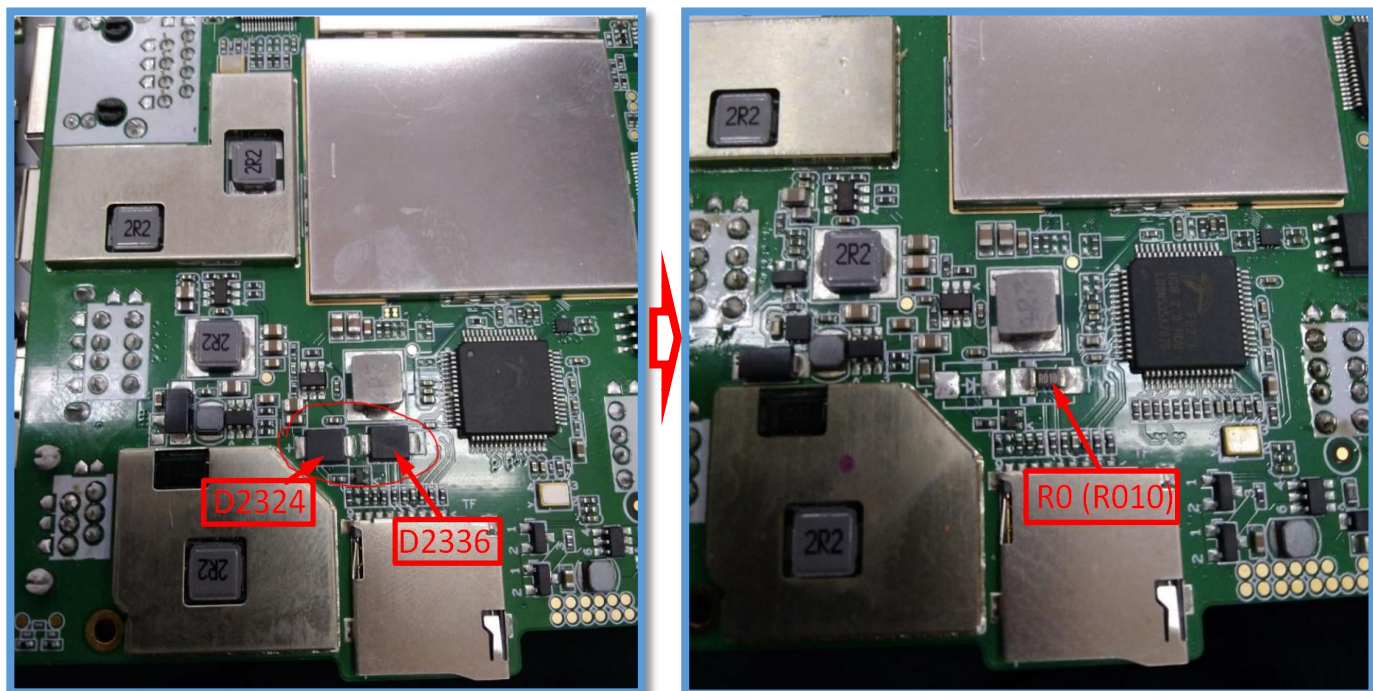

Рисунок 1. Доработка цепи АКБ БУ Sigma 7.
2. На нижней стороне блока управления при помощи фена паяльной станции выполните демонтаж двух диодов D2324 и D2336 (см. рис.1), далее при помощи паяльника станции и монтажной оплетки удалите остатки припоя с контактных площадок демонтированных диодов.
3. На контактные площадки диода D2336 выполните монтаж резистора 0 Ом типоразмер 1206 (допускается использовать резистор с сопротивлением несколько милли Ом, например, 0.01Ом или 0.1Ом), см. рис.1.